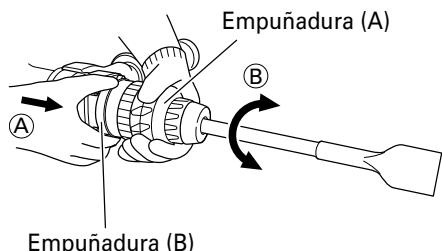

Fig. 4
- (1) Como se muestra en la Fig. 4, si la empuñadura (B) se gira en el sentido de **(B)** cuando la empuñadura (B) esté girada 60 grados en el sentido de **(A)**, el ángulo de la cuchilla podrá cambiarse libremente hasta la posición deseada.